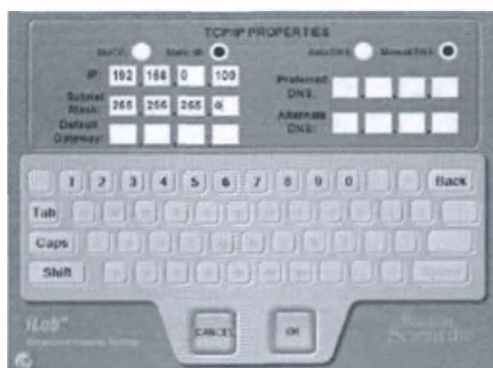

Рисунок 2-11. Экран TCP/IP PROPERTIES.
2. Отобразится экран TCP/IP PROPERTIES (свойства TCP-IP). См. Рисунок 2-11.